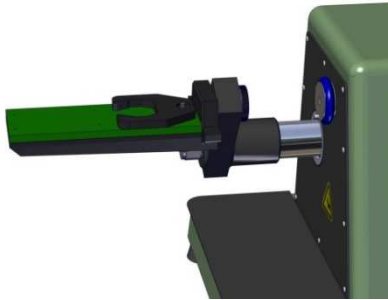

Figura 5.8.1
2. Suavemente deslice el patrón roscado de la base del accesorio de tensión sobre el brazo movable porta mordaza (Figura 7.3, Ítem 12) de la Máquina Universal de Ensayos. Reemplace el tornillo roscado y ajuste a mano para adjuntar la base del accesorio de tensión al brazo movable porta mordaza (vea la Figura 5.8.1).